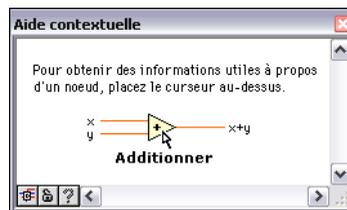

Figure 2-2. Fenêtre Aide contextuelle
1. Sélectionnez **Aide»Afficher l'aide contextuelle** dans la fenêtre de la face-avant ou du diagramme pour afficher la fenêtre d'**Aide contextuelle**, illustrée dans la figure 2-2. Vous pouvez aussi afficher la fenêtre d'**Aide contextuelle** en cliquant sur le bouton **Afficher la fenêtre d'aide contextuelle**, illustré à gauche, sur la barre d'outils de la face-avant ou du diagramme.